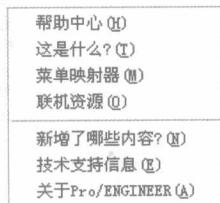

图 1-12 帮助菜单
(10) 帮助菜单：提供了 Pro/ENGINEER 系统的在线帮助以及各种常见帮助信息，如图 1-12 所示。